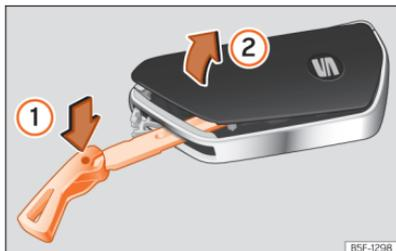

Abb. 69 Fahrzeugschlüssel: Abdeckung des Batteriefachs öffnen.
- Schlüsselbart in den Schlitz »» (Abb. 69) stecken, in Pfeilrichtung ① drücken und Abdeckung abhebeln ②.